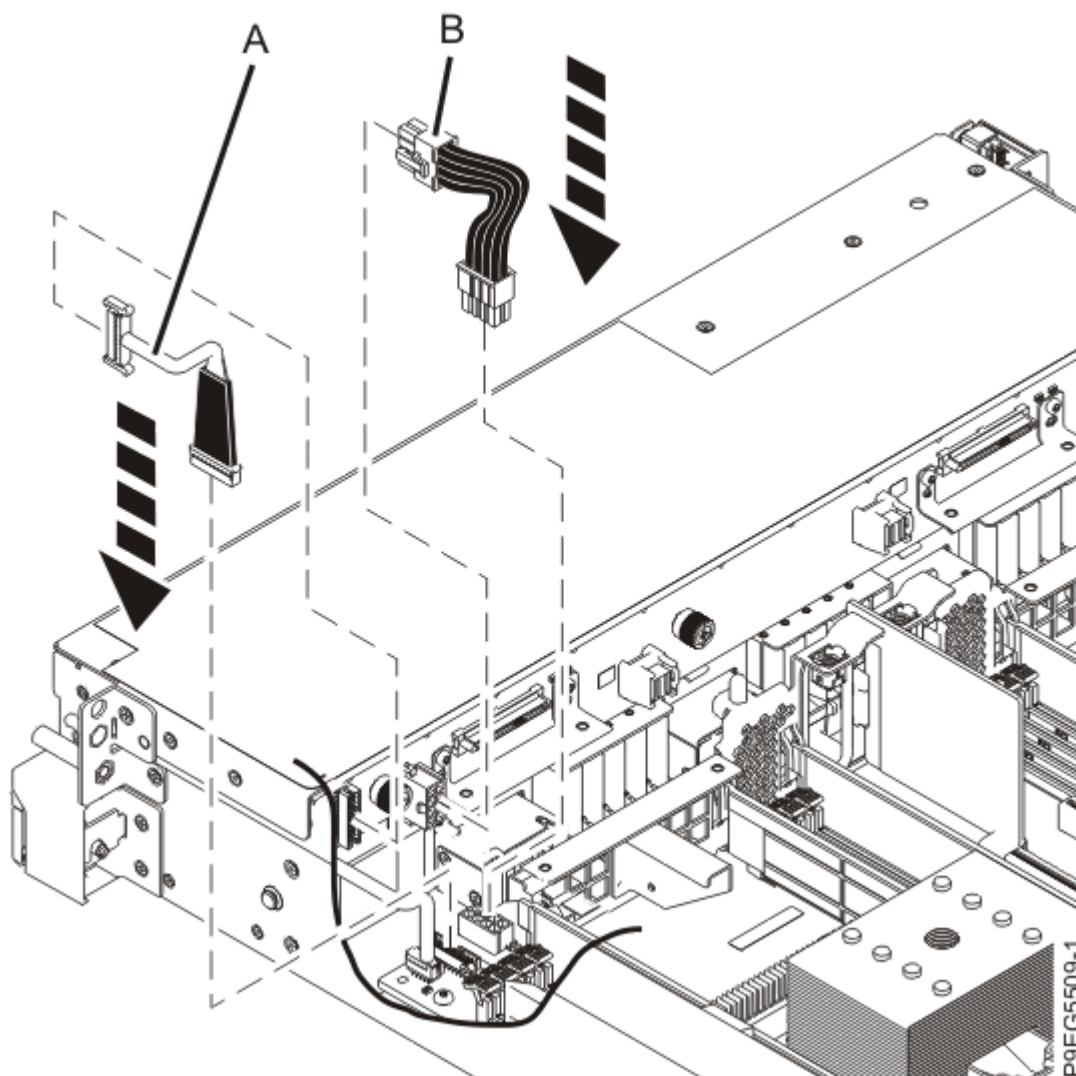

図 33. 信号ケーブルおよび電源ケーブルの再接続
2. ラベルを確認して、電源ケーブル **(B)** をディスク・ドライブ・バックプレーンに再接続します (37 ページの図 33 を参照)。